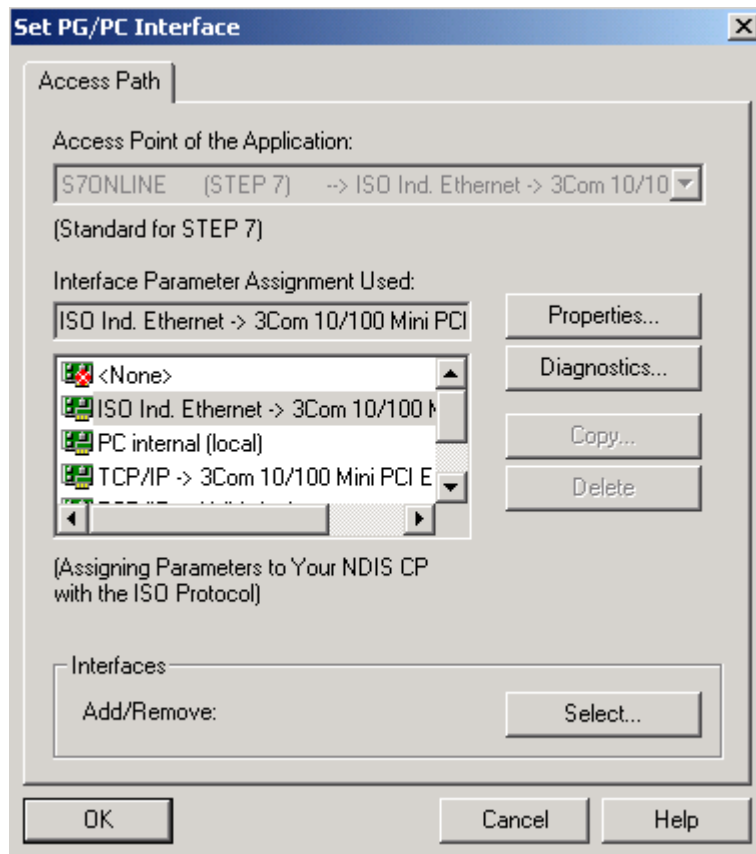

图 2.15 设置 S7ONLINE 访问点
8. 在 SIMATIC Manager 程序中，选择菜单 “Options” -> “Set PG/PC interface” 打开 Set PG/PC interface” 对话框，将 “S7ONLINE (Step7)” 的访问点设置成 “ISO Ind. Ethernet”，如图 2.15 所示，如果 WinAC 与 Step7 装在同一台 PC 机，也可将访问点设置成 “PC internal(local)”，单击 “OK” 关闭此对话框。